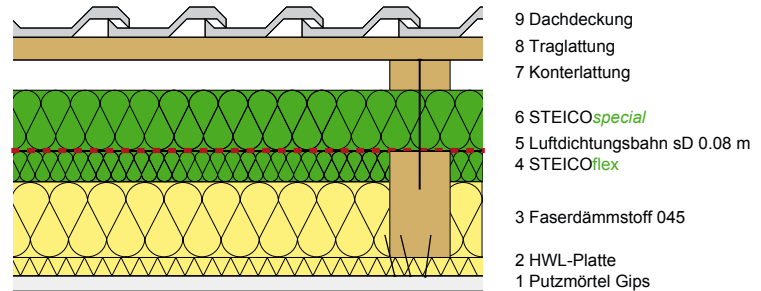

Abb. 5: Schematischer Aufbau der Sanierung mit Weiterverwendung bestehender Dämmschichten
Variante (2): Die alte, intakte Dämmung wird in den Gefachen belassen - gegebenenfalls ergänzt - und eine diffusionsoffene Luftdichtungsbahn wird auf der Oberseite der Sparrenlage montiert [Abb. 5].